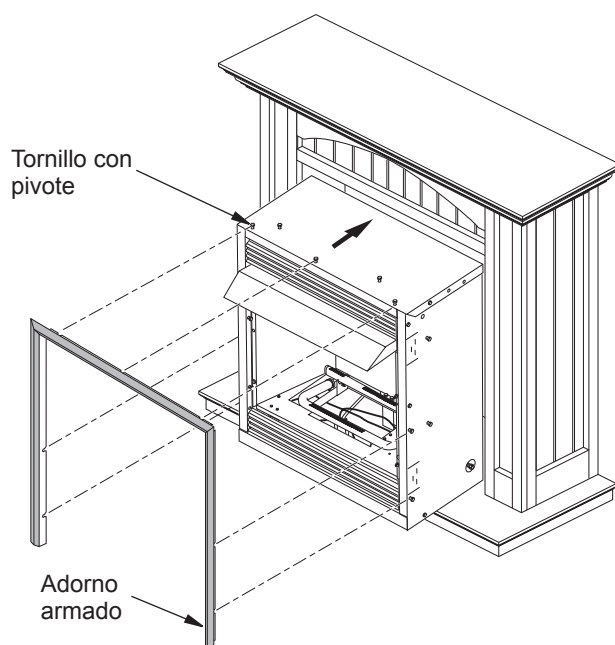

Figura 7 - Inserción de la chimenea dentro de la repisa con gabinete
4. Coloque la chimenea dentro de la repisa, colocando las tuberías de gas con cuidado (consulte la figura 7). **IMPOR-TANTE:** tenga cuidado al colocar la chimenea sobre la base de la repisa. La base se podría raspar fácilmente.
5. Coloque paquete de adorno sobre los tornillos con pivote que se encuentran a un lado y en la parte superior de la chimenea. Una firmemente el adorno con los tornillos con pivote ubicados en la chimenea (consulte la figura 7). Alinee la chimenea en el ensamblaje de la repisa de forma que el adorno se sobreponga a la repisa uniformemente en los tres lados.